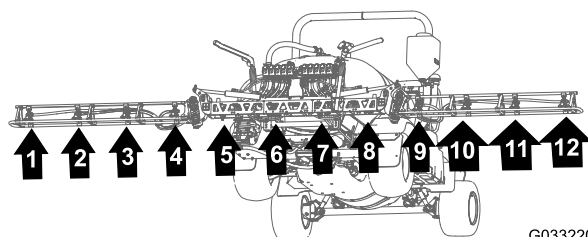
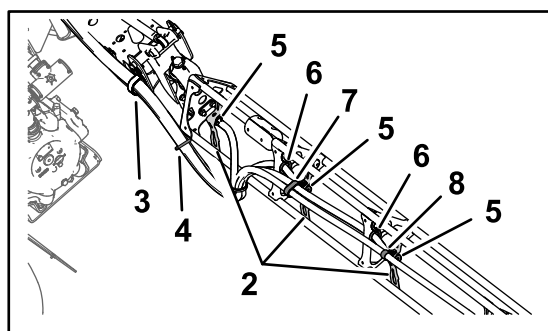

Figure 141
Figure 142
1. Faites passer les flexibles des buses de pulvérisation 1, 2, 3 et 4 dans le collier en R sur l'extrémité extérieure gauche de la section de rampe centrale (Figure 141 et Figure 142).
sur l'extrémité extérieure droite de la section de rampe centrale (Figure 141 et Figure 142).
3. Acheminez les flexibles d'alimentation de 279 cm et les anneaux cannelés (3/4") le long de la section de rampe vers les buses de pulvérisation 1 et 10, comme montré à la Figure 141 et la Figure 142.
4. Acheminez les flexibles d'alimentation de 234 cm et les anneaux cannelés (3/4") le long de la section de rampe vers les buses de pulvérisation 2 et 9, comme montré à la Figure 141 et la Figure 142.
5. Acheminez les flexibles d'alimentation de 188 cm et les anneaux cannelés (3/4") le long de la section de rampe vers les buses de pulvérisation 3 et 8, comme montré à la Figure 141 et la Figure 142.
6. Acheminez les flexibles d'alimentation de 188 cm et les anneaux cannelés (3/4") le long de la section de rampe vers les buses de pulvérisation 4 et 7, comme montré à la Figure 141 et la Figure 142.
7. Attachez les 4 flexibles des buses de pulvérisation ensemble avec un attache-câble, comme montré à la Figure 142.